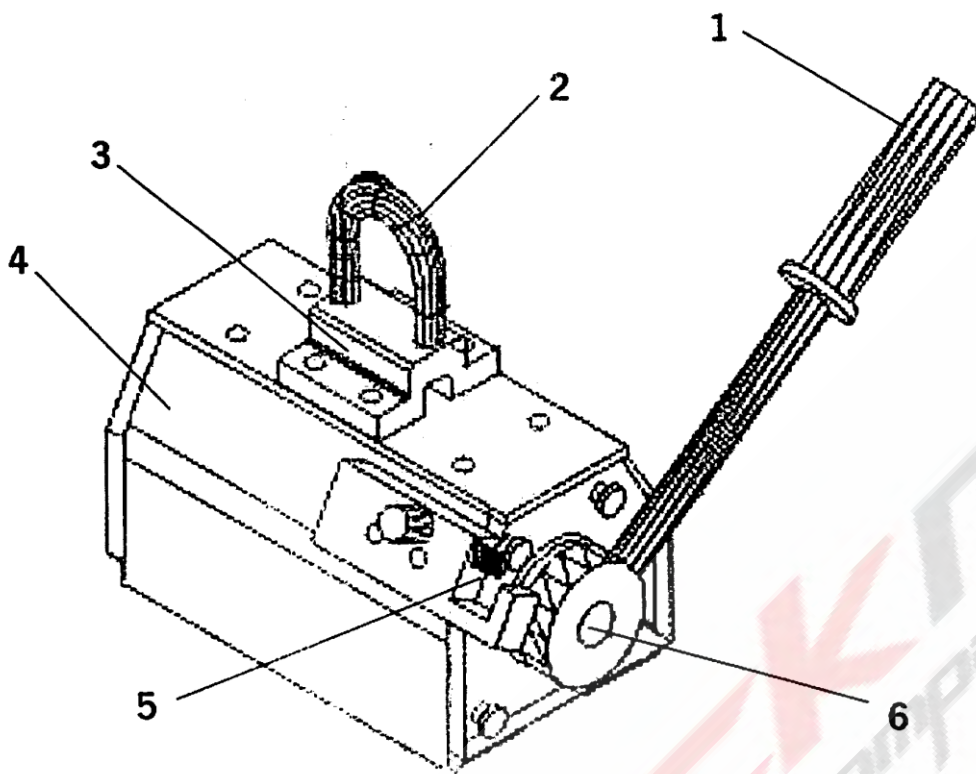

Fig. 5
- Le crochet du système de levage utilisé doit être adapté à la forme de l'anneau de suspension (fig.5) et ne doit en aucun cas avoir une capacité supérieure à celle de l'aimant permanent.
- Avant toute utilisation, la poignée (Fig.5), qui peut être enlevée durant le transport de l'appareil, doit être vissée correctement dans son emplacement.